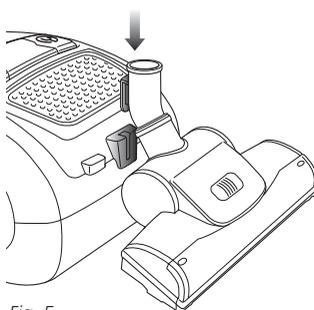

Fig. 5
**6** Pour ranger l'aspirateur-traîneau, insérez l'agrafe qui se trouve à l'arrière de la brosse à plancher dans la fente située à l'arrière de l'aspirateur. (Fig. 5)